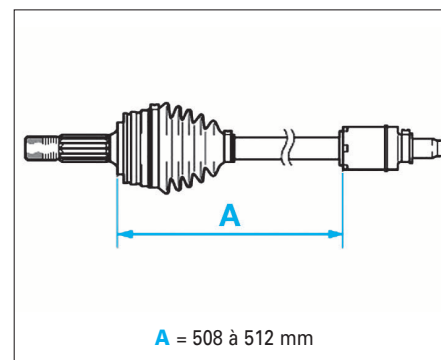

FIG. 13
- la masse d'équilibrage (uniquement pour moteur diesel côté droit) respecter la distance (A) (Fig.13).